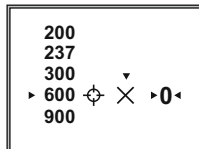

Abb. 7
- Das Zielfernrohr speichert maximal fünf Werte der Distanz (**Abb. 7**).
- Um die Distanz zu löschen, wählen Sie den Punkt **X** (**Abb. 7**). Drücken Sie den Kontrolller, um das Löschen zu aktivieren.